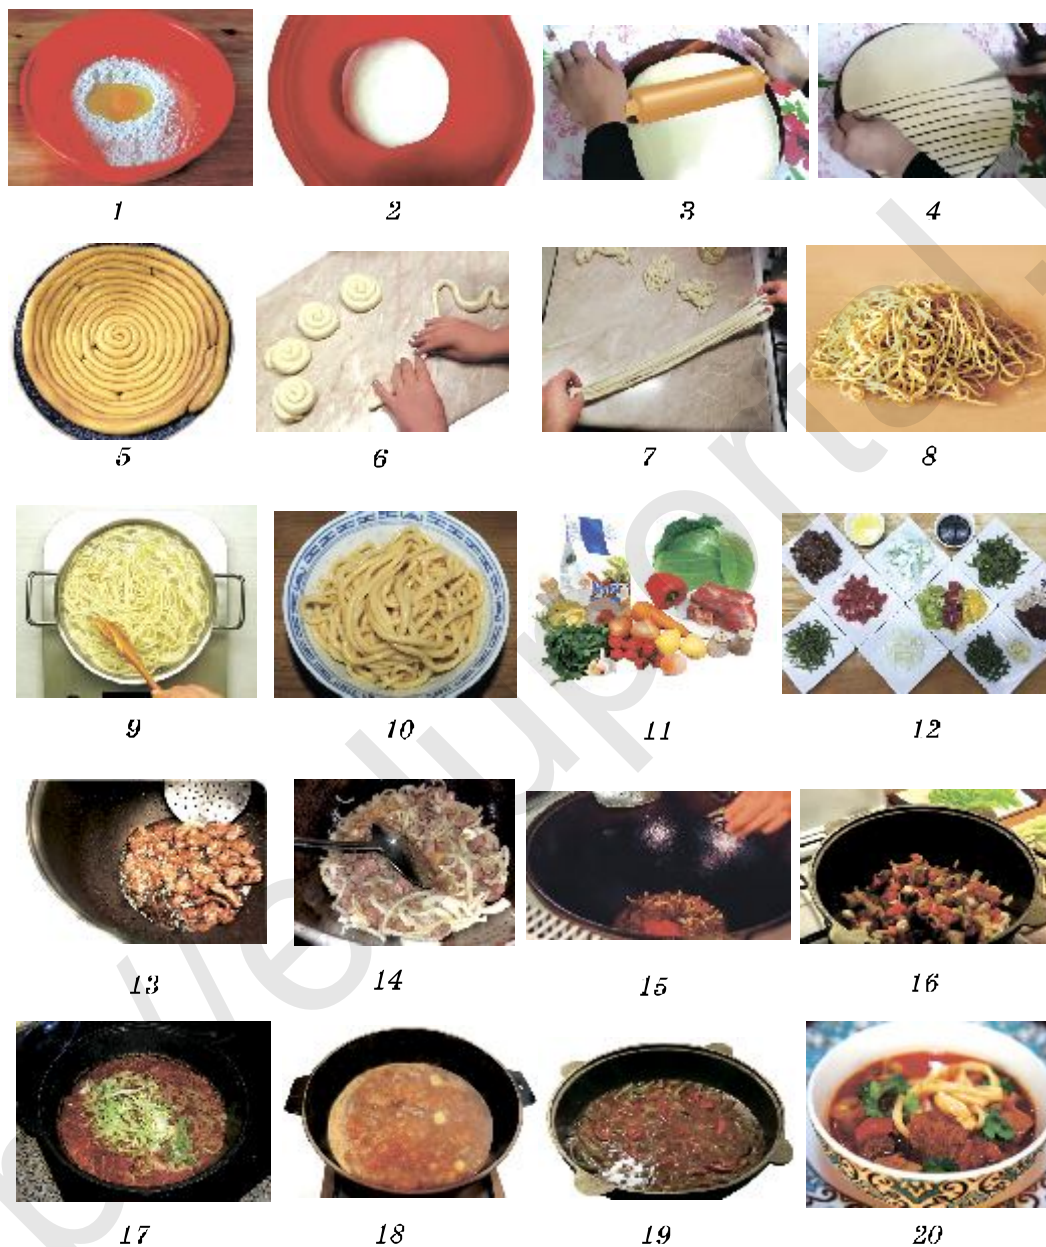

Рис. 51. Процесс приготовления лагмана
1. В одну миску положить воду, яйцо, соль и муку, замесить тесто. Дать отстояться тесту, после чего раскатать. Раскатанное тесто разрезать на полоски и свернуть. Растягивание теста для лагмана осуществляется в несколько этапов. Кто-то делает это в четыре или пять этапов, кто-то больше. Тесто повара тоже распределяют по-разному. На каждом этапе тесто растягивается, намазывается маслом и отстаивается в течение 15–20 минут. Методы растягивания тоже могут быть разными: кто-то раскатывает полоски ладонью по столу, кто-то раскатывает на кончиках пальцев. На каждом этапе после растягивания теста его сверху намазывают маслом и закрывают так, чтобы не пропикал воздух. Если оставить тесто открытым, то верхняя часть затвердеет и оно начнет рваться. После этого тесто захватывается пальцами обеих рук и путем отбивания по столу растягивается окончательно (рис. 51).